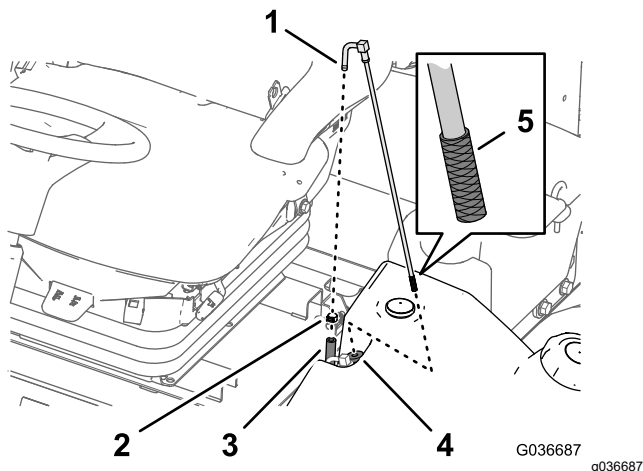

Figura 59
1. Retire la abrazadera que fija la manguera de suministro de combustible al acoplamiento del tubo de aspiración de combustible (Figura 59).
2. Retire la manguera del acoplamiento (Figura 59).
3. Retire el tubo de aspiración de combustible del depósito de combustible (Figura 59).
4. Limpie cualquier residuo de la rejilla del extremo del tubo de aspiración de combustible (Figura 59).
5. Introduzca el tubo de aspiración de combustible a través del casquillo de goma e introdúzcalo en el depósito (Figura 59).